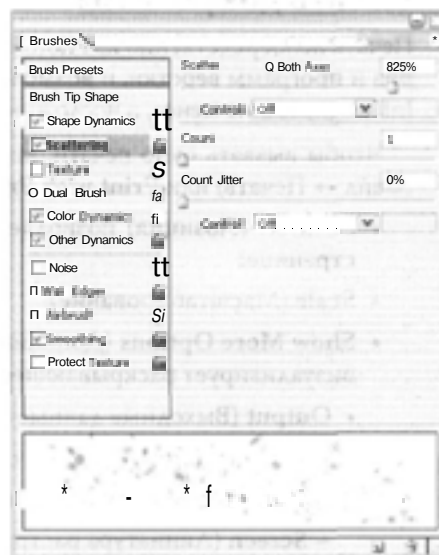
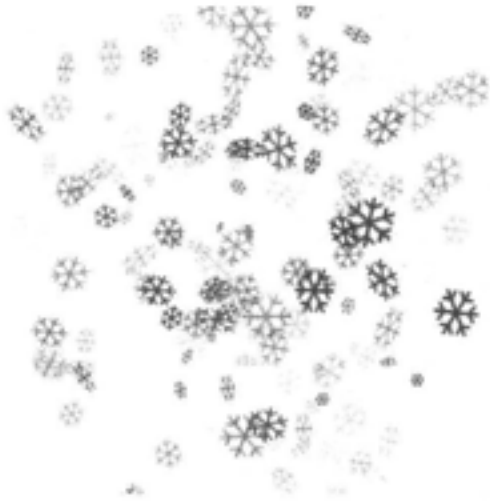

Рис. 5.86. Настройка изменения ширины зоны разброса
Рис. 5.87 Этот падающий снег изображен одним мазком кисти...
**Scattering** - «велим» разбрасывать снежинки максимально широко (рис. 5.86). Вот что у нас получилось в итоге (рис. 5.87).